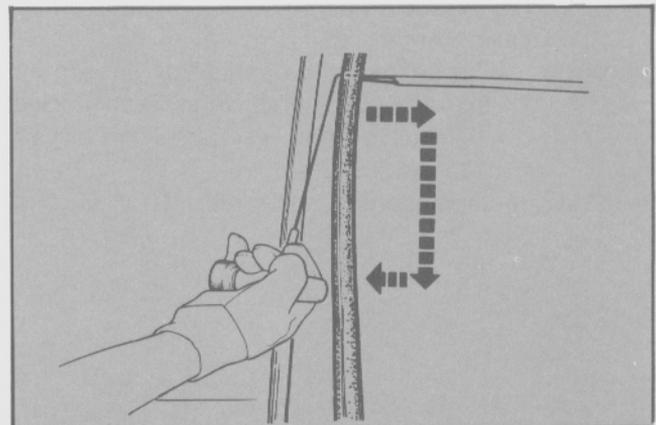

Fig. 37 - Secuencia de movimientos para la continuación del corte del adhesivo.
- Cuando el mango de sujeción alcanza el final de su recorrido, tirar el extremo de sujeción desde el interior del vehículo, volver a introducirlo a una distancia adecuada y repetir la secuencia anteriormente indicada (Fig. 37).